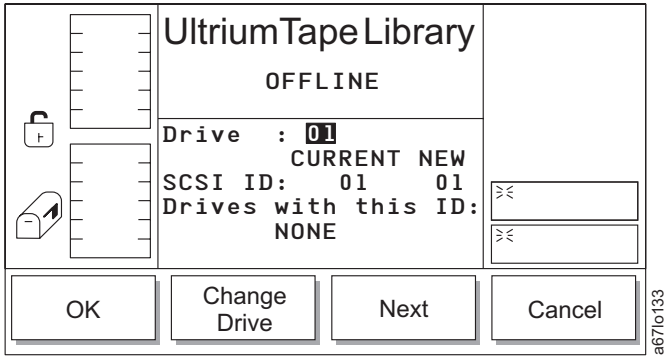

Abbildung 146. Laufwerk-SCSI-Dialog
- Wird **SCSI** ausgewählt, erscheint der Laufwerk-SCSI-Dialog (siehe Abb. 146 auf Seite 162).
Tabelle 95. Übersetzung von Abb. 146, Laufwerk-SCSI-Dialog
- Wird **Next** ausgewählt, erscheint der Laufwerk-SCSI-ID-Dialog (siehe Abb. 146 auf Seite 162).